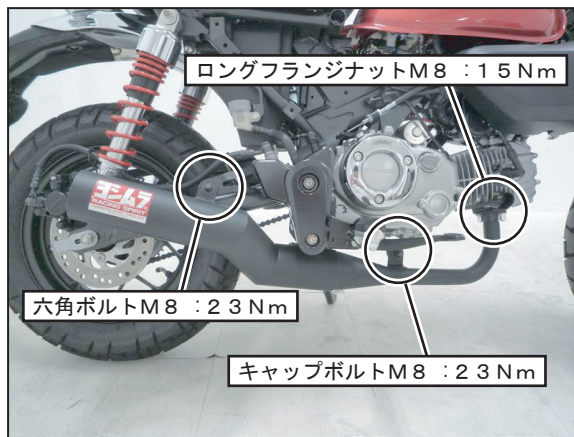

FIG. 12
9. マフラーと車両各部のクリアランスを調整し、排気ポート→前後ステー順に仮締めしたボルト、ナットを規定トルクで締め付けて下さい。(FIG. 12参照)